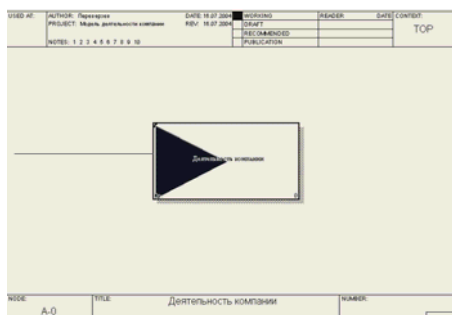

Рис. 19. Появление темной треугольной зоны на левой стороне работы, где заканчивается стрелка входа Input
- В. Щелкните один раз по полоске на левой стороне экрана (откуда выходит стрелка) и перенесите курсор к левой части работы со стороны входа (где заканчивается стрелка), во внутрь прямоугольника, где появится темная треугольная зона (рис. 19). В результате протянется линия стрелки во внутрь темной зоны.